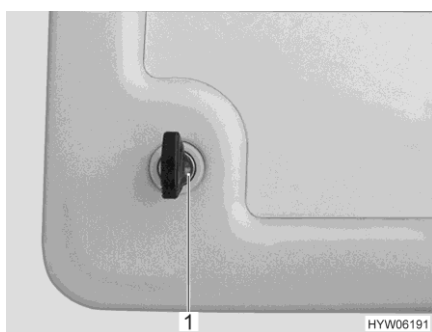

Fig. 63 Verrou de pression du portillon de service
- Insérer la clé dans le barillet du verrou de pression verrouillable (Fig. 63,1 ou Fig. 64,1) et la tourner d'un quart de tour. Le verrou de pression est déverrouillé.
- Insérer la clé dans le barillet du verrou de pression verrouillable (Fig. 63,1 ou Fig. 64,1) et la tourner d'un quart de tour. Le verrou de pression est verrouillé.